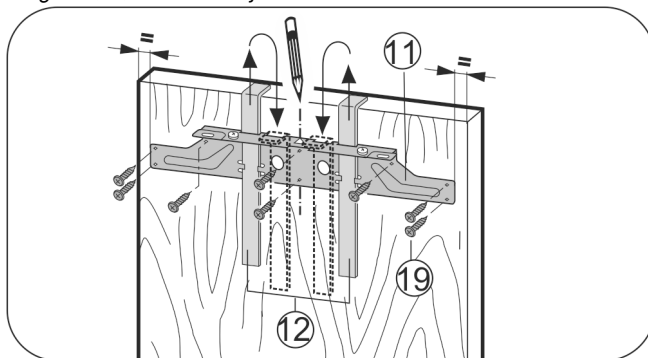

Fig. 18
- ▶ Upevňovaciu traverzu Fig. 18 (11) zaveste pomocou montážnych pomôcok Fig. 18 (12) na vnútornú stranu nábytkových dverí.
- ▶ Vyrovnajte upevňovaciu traverzu Fig. 18 (11) v strede na dverách.
- ▶ Upevňovaciu traverzu Fig. 18 (11) priskrutkujte minimálne 6 skrutkami Fig. 18 (19).
- ▶ Upevňovaciu traverzu Fig. 18 (11) priskrutkujte na okraji minimálne 4 skrutkami Fig. 18 (19).
- ▶ Montážne pomôcky Fig. 18 (12) vytiahnite smerom nahor a zasuňte ich otočené do vedľa ležiacich upevňovacích otvorov.